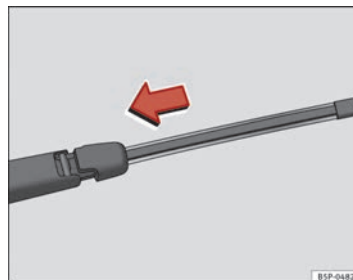

Fig. 169 Colocar la escobilla de limpiaventana ►
- Sitúe la escobilla, tal como se indica en la ⇒ fig. 169 y deslice el adaptador hasta que encastre.